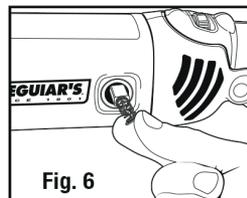

Fig. 6
2. Retirez doucement les **deux charbons (Fig.6)**.